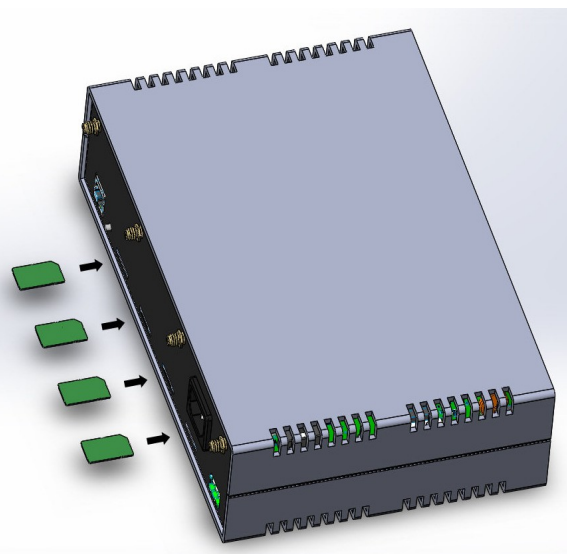

Рисунок 4. Установка SIM-карт в Модем
- 2 Установите SIM-карты в соответствующие слоты (Рисунок 4).